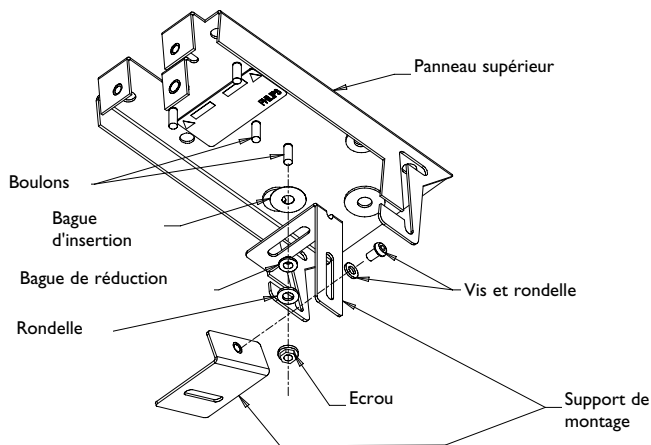

Figure 2 : Retrait du système de montage
5. Dévissez l'écrou, puis retirez le support de montage de la caméra du panneau supérieur. Veuillez vous référer à la figure 2. Ne perdez aucun éléments, vous en aurez besoin pour remettre la caméra en place et remonter l'unité.